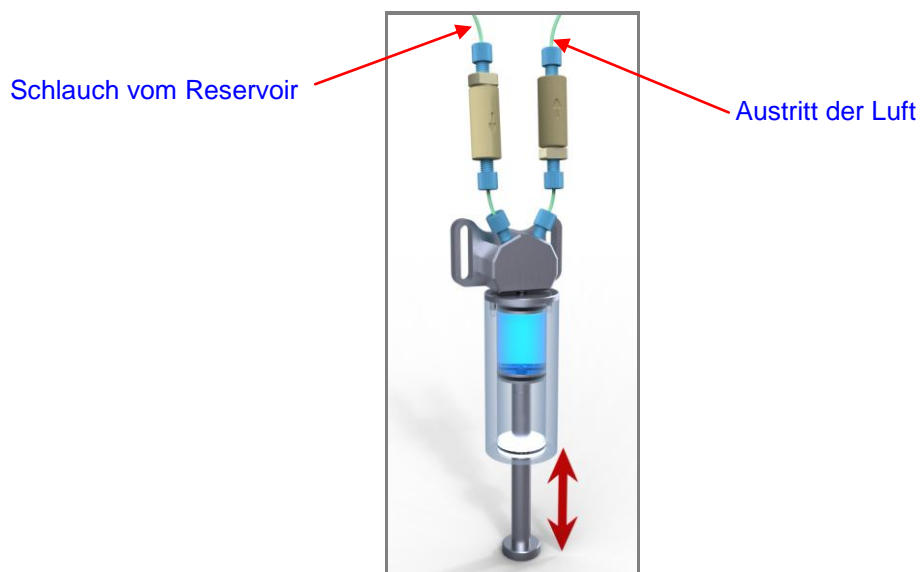

Abbildung 20 Entlüften
- (3) Wenn sie jetzt die Spritze aufziehen, wird aus dem Reservoir Flüssigkeit angesaugt (in Abbildung 20 hellblau dargestellt). Beim anschließenden Ausdrücken tritt die Flüssigkeit zusammen mit der im System befindlichen Luft aus dem anderen Schlauch wieder aus. Wiederholen Sie diesen Vorgang, bis das System ausreichend entlüftet ist und drücken sie die Spritze zum Schluss bis zum Anschlag aus.